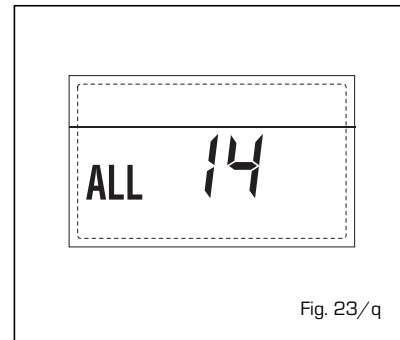

Fig. 23/q
- **FAN ERROR 15** (Fig. 23/r)